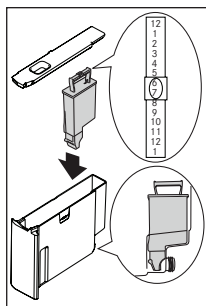

Рис. 37
- ▶ Вращайте указатель индикатора даты (см. рис. 37), пока не появится сообщение месяцев (срок эксплуатации фильтра составляет около 2 месяцев).